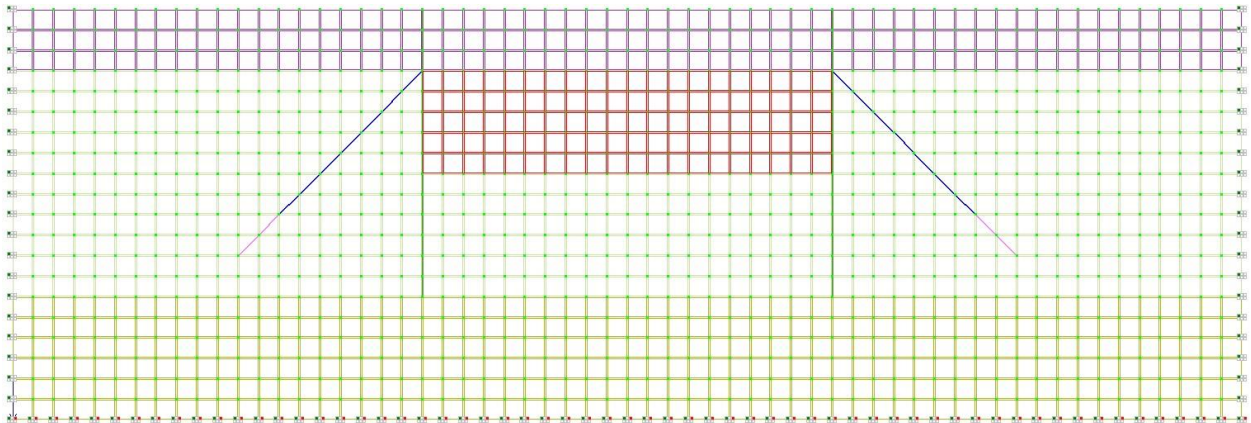

Рис. 10.23. Виділення елементів 2-го шару основи всередині огорожі
- За допомогою курсору виділіть 5 верхніх рядів елементів 2-го шару основи всередині елементів огорожі розтягування «рамки вибору» зліва направо, як показано на рис. 10.23.